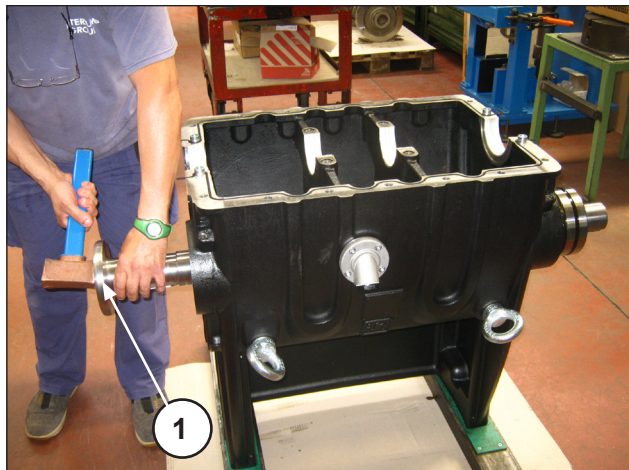

Рис. 47
Извлеките вал отбора мощности с любой стороны, используя ударную массу с соответствующей оправкой так, чтобы роликовый подшипник вышел из своего гнезда (поз. ①, Рис. 47).